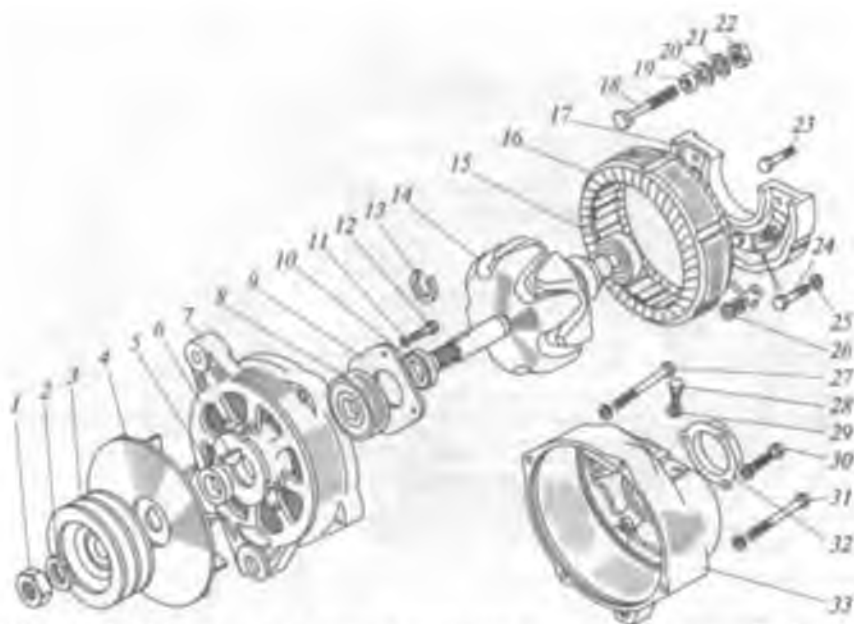

Рис. 1.24. Схема разборки генераторной установки Г237-В:
6. Разобрать генераторную установку Г237-В в следующем порядке (см. рис. 1.24):